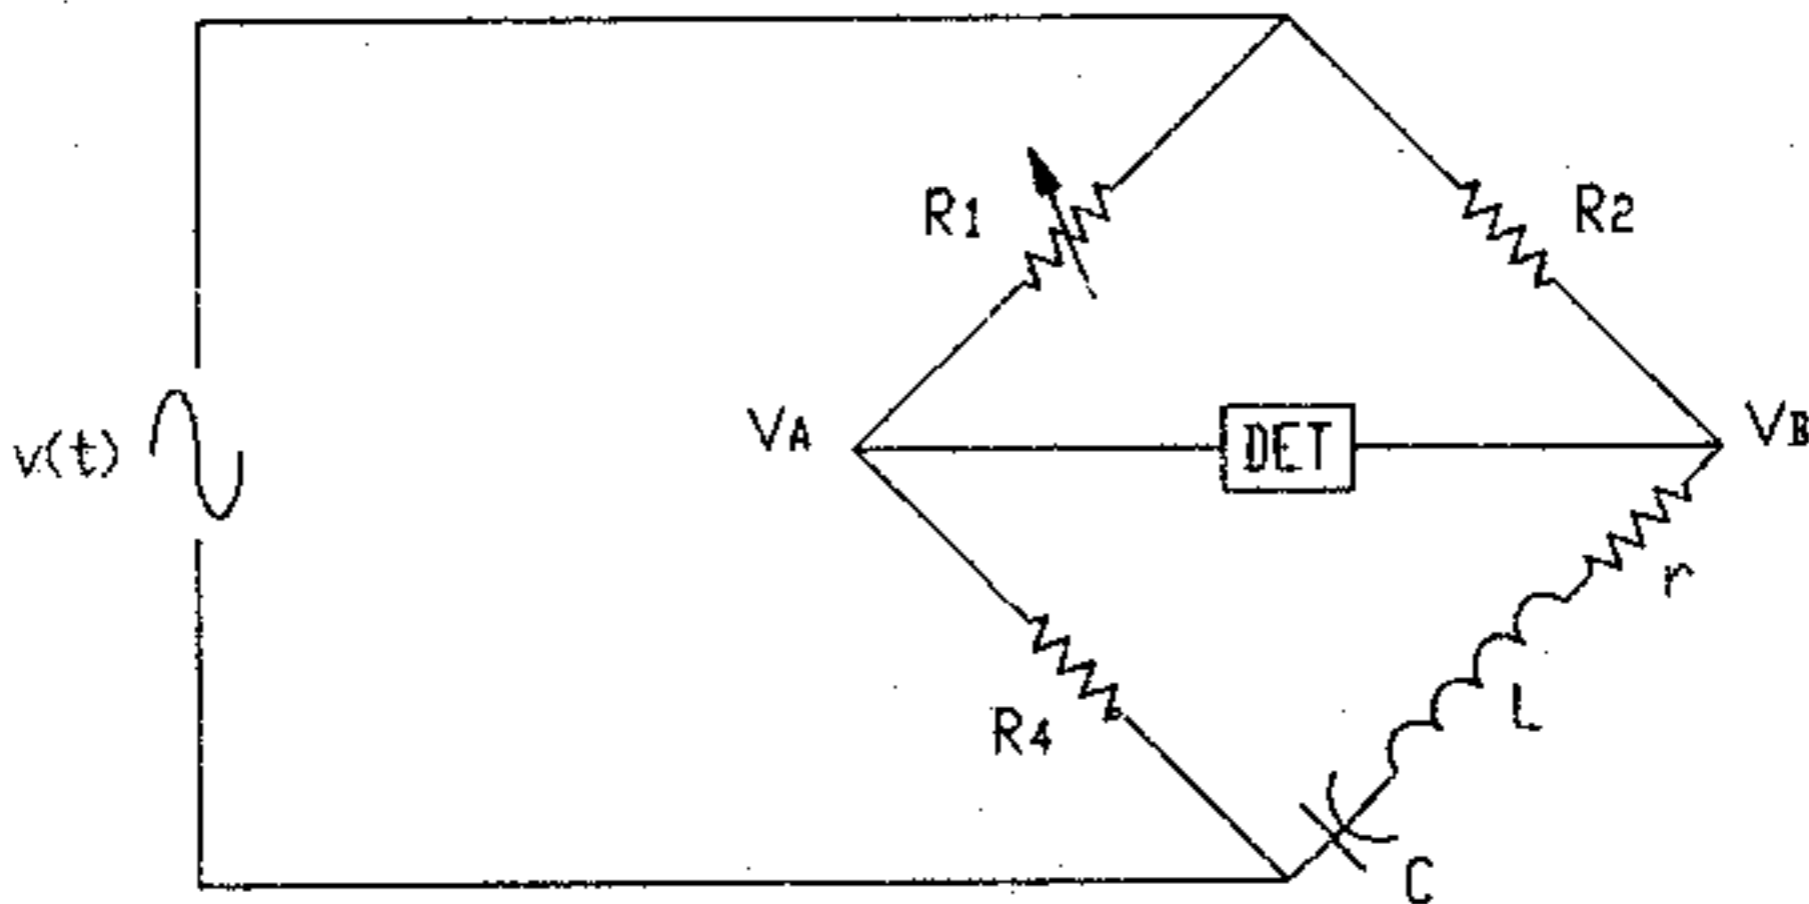

Figura 11
En la figura 11 se muestra el circuito de este puente.
a) Arme el circuito de la figura 11 con los siguientes valores: